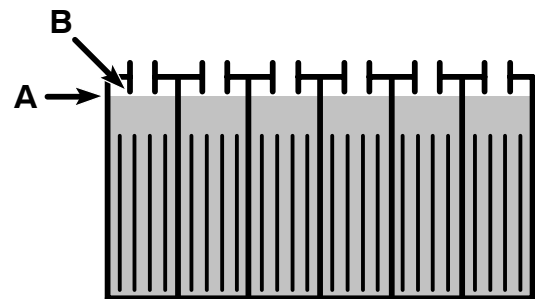

FIG. 43
3. Après la mise en charge des batteries, vérifiez le niveau d'électrolyte (A) dans chaque élément de batterie. Le niveau doit se trouver environ à 1 cm du bord inférieur de l'orifice de remplissage (B). Ajoutez de l'eau distillée si nécessaire (Figure 43). NE REMPLISSEZ PAS TROP.